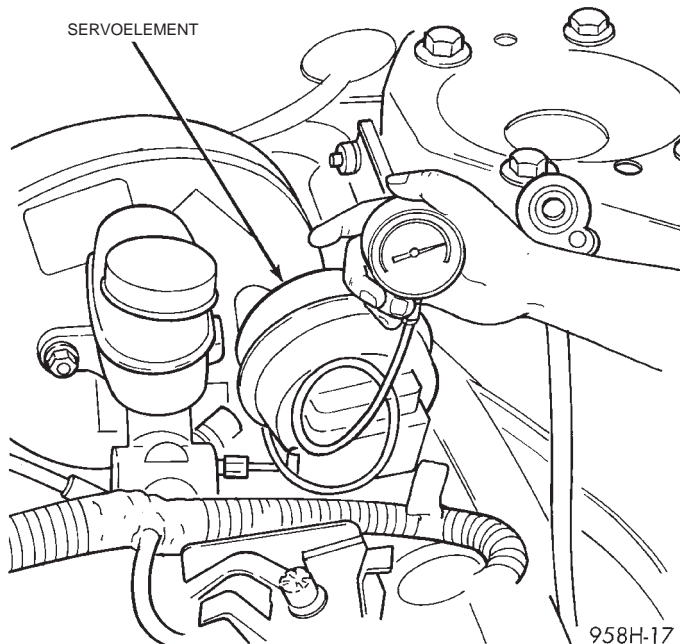

Abb. 10 Unterdruckversorgung überprüfen
(1) Unterdruckschlauch vom Servoelement abziehen und Unterdruckmeßgerät am abgezogenen Schlauchende anbringen (Abb. 10).